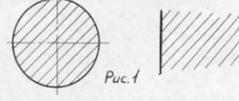

Рис.1
1. Как наносят размеры на эллиптических частях изображения? Назовите на чертеже размеры диаметра вала и толщину стенки (рис.1, М1:0).